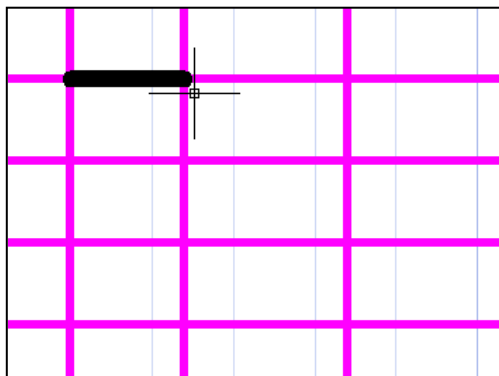

Рисунок 3
- подвести курсор к следующей точке пересечения линий разметки. После захвата точки режимом Привязка, появления маркера – выполнить *КЛК* (рис. 3)